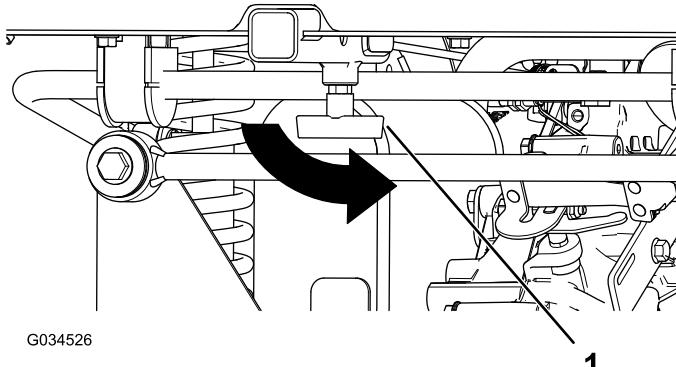

Рисунок 8
8. Затяните Т-образную рукоятку на трубе приемного устройства (Рисунок 8).